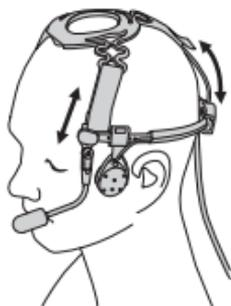

Figura 2: Uso del transductor de sonido de uso intensivo
1. Use el transductor de sonido de uso intensivo tal como se muestra en Figura 2.